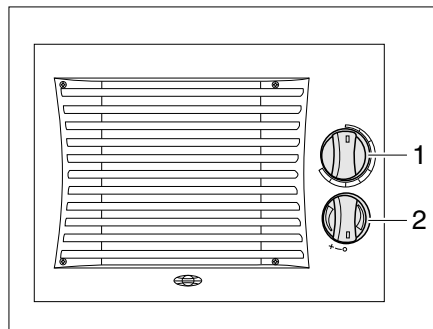

Bild 173 Bedienelemente Zusatz-Wärmetauscher
- Den Drehregler (Bild 173,1) des Durchflussreglers bis zur gewünschten Position drehen. Der Wasserkreislauf ist offen.
- Den Gebläseschalter (Bild 173,2) des Umluftgebläses im Uhrzeigersinn drehen.
- Den Gebläseschalter (Bild 173,2) auf "O" drehen.
- Den Drehregler (Bild 173,1) des Durchflussreglers ganz zurückdrehen.